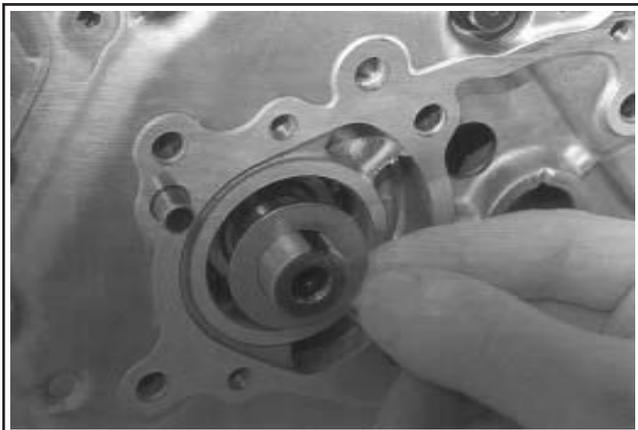

Figure 11-27. CS4, CS6. Installation de la rondelle de butée.
4. CS4, CS6 : Réinstaller la rondelle (derrière la clé du vilebrequin) et la clé du vilebrequin. Installer la chaîne autour de la roue dentée vilebrequin et de l'ensemble roue dentée/arbre de sortie, puis faire glisser l'ensemble complet en place. Réinstaller la rondelle ondulée sur l'arbre de sortie. Voir les figures 11-27, 11-28 et 11-29.